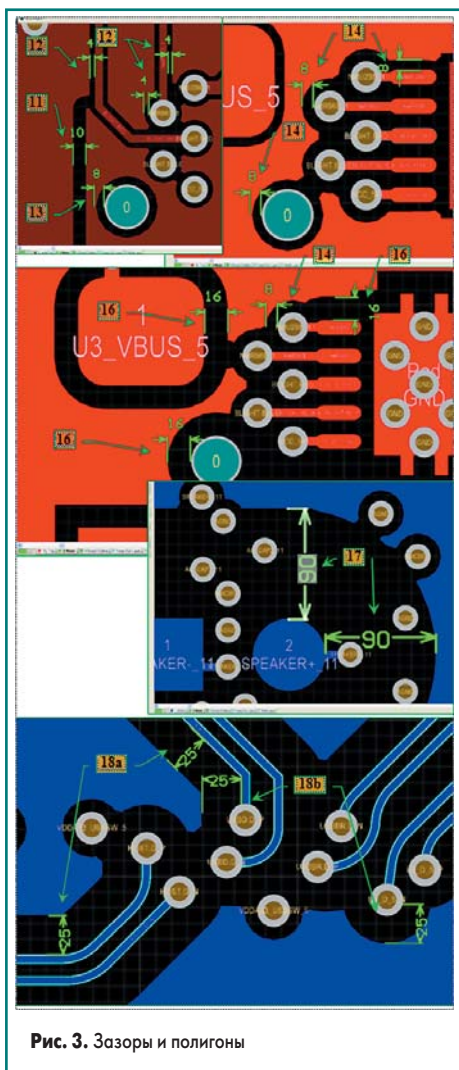

Рис. 3. Зазоры и полигоны
На рис. 3 представлен результат действия правил для указания зазора между полигоном и другими объектами топологии.
Оно устанавливает зазоры на всех внутренних слоях между полигоном и другими объектами топологии. На рис. 3, в частности, указаны зазоры до **Track** и **Via** на слое **9_underTOP**. Текст правила следующий:
14. Имя правила — **Clearance_OutLay_Poly**. Оно устанавливает зазор до металлизации полигона на внешних слоях. Так как это сторона монтажа, зазор установлен увеличенным. На рис. 3 показана та же область
15. Имя правила — **Clearance_OutLay_Poly2Poly**. Правило аналогично 11 пункту, но для внешних слоев и, соответственно, определяет больший зазор. На рис. 3 не показано. Текст правила следующий: